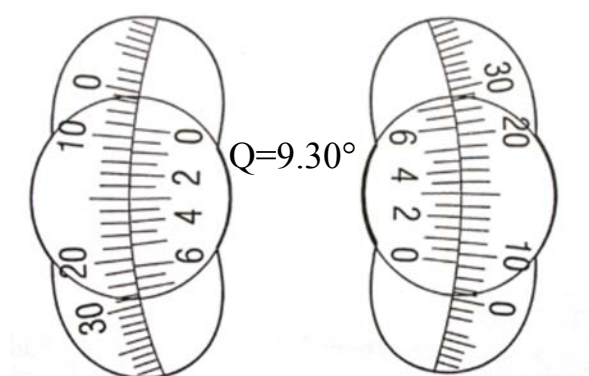

Fig.3
Gire el volante del dial (12) para conducir el dial (11) y el analizador de polarización (7) hasta que la intensidad de iluminación del campo de visión (campo de visión oscuro) sea la misma (ver Fig.2c). Después se podrá leer con la lupa (ver Fig.3) el ángulo de rotación del dial.
Para un funcionamiento sencillo, deberá montarse el sistema óptico del equipo sobre el bastidor de la base con una inclinación del 20° . La fuente de iluminación utiliza una lámpara LED con filtro (la longitud de onda es de $\lambda=589.3\text{nm}$). Los polarizadores del equipo son discos polarizantes artificiales de polivinilo de alcohol. La visualización triple utiliza un dispositivo de losa de cuarzo Laurent (placa de media onda). Girando el polarizador, se puede ajustar el ángulo de la sombra del campo de visión triple. (El ángulo de sombra mencionado anteriormente sale de fábrica regulado a 3.5° aprox). Para eliminar la diferencia excéntrica, el equipo utiliza una lectura de doble vernier, el dial se divide en 360 divisiones y cada división representa 1° . El vernier se divide en 20 divisiones que son iguales a las 19 divisiones del dial. Y el vernier puede utilizarse para obtener una lectura directa media de 0.05° (ver Fig.3). El dial y el analizador de polarización están fijos íntegramente. El volante manual (12) se utiliza para que la rotación sea gruesa o fina. También se montan dos lupas (factor 4x) en la parte frontal de la ventana vernier, utilizada en la lectura.